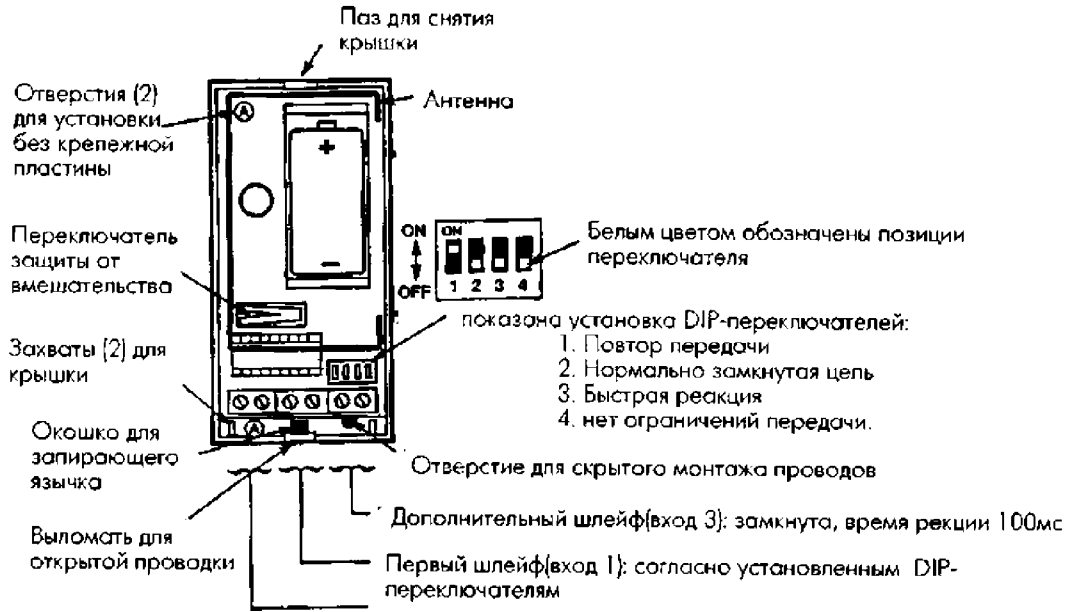

Рис. 2. Извещатель со снятой крышкой
2. Соблюдая правильную полярность, вставьте батарею (см. рис.2). Соблюдайте осторожность, чтобы не изогнуть антенну.